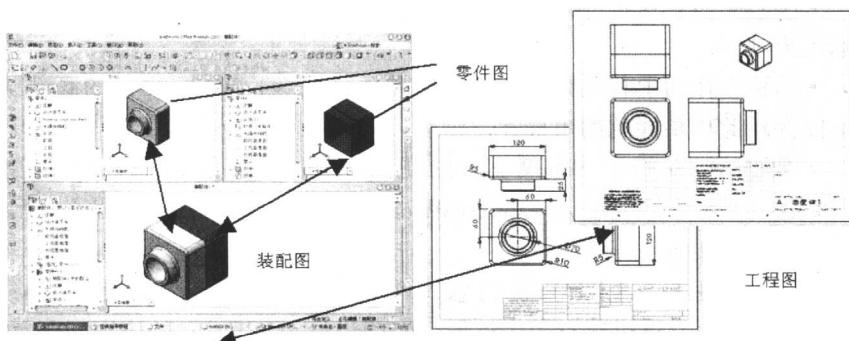

图 1-1-3 SolidWorks 的三种文件：零件图、装配图、工程图
3. SolidWorks 模型是由零件、装配体及工程图组成（如图 1-1-3 所示），三者具有联动关系。零件、装配体和工程图是一个模型的不同的表现形式，对任意一个的改动都会使其他两个自动跟着改变。在三维设计系统中，零件、装配体和工程图是相关的，即假设在零件图中修改了某尺寸的大小，你会发现，在装配图或工程图中，该尺寸也发生了相同的变化。如果该零件设计用于模具加工，那么，由零件生成模具或加工代码也随之发生了变化。